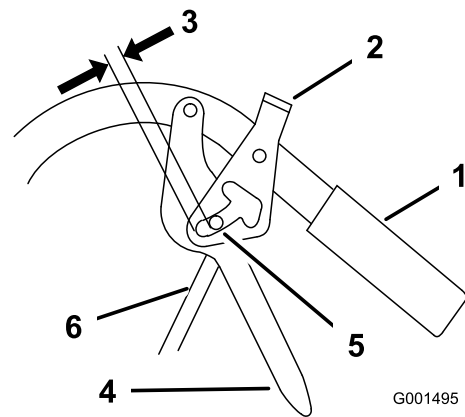

Figure 46
3. Montez la tige de commande sur le levier de déplacement et le verrou de point mort/frein de stationnement. Fixez la tige avec un axe de chape et une goupille fendue (Figure 46).
2. Ajustez la longueur de la tige de commande en visant ou dévissant la tige pour obtenir un écartement de 5 à 6 mm (3/16 à 1/4") entre la tige et le bas du verrou de point mort/frein de stationnement (Figure 46).